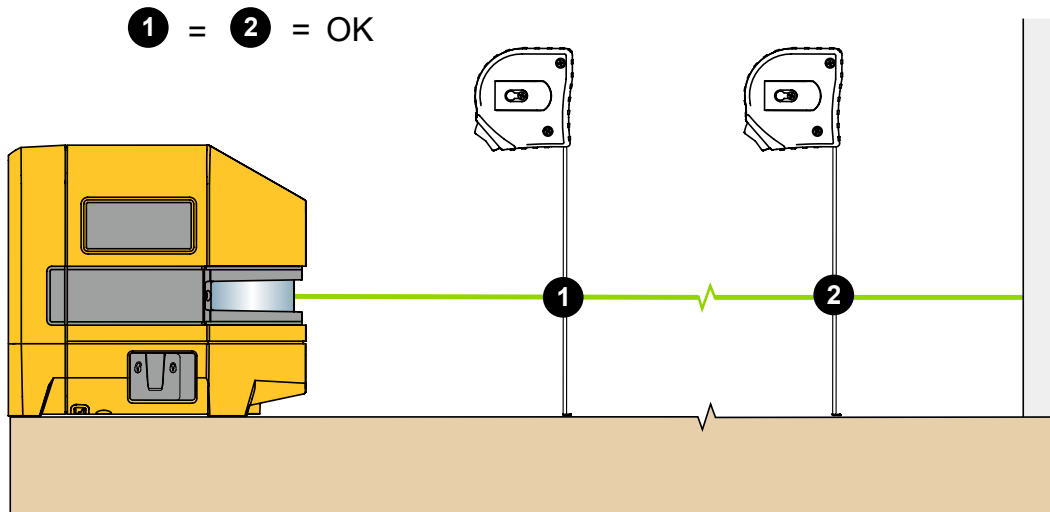

Figur 3. Ny vertikal justering
2. Tænd den vertikale laser, og ret laseren mod målområdet. Se Figur 3.